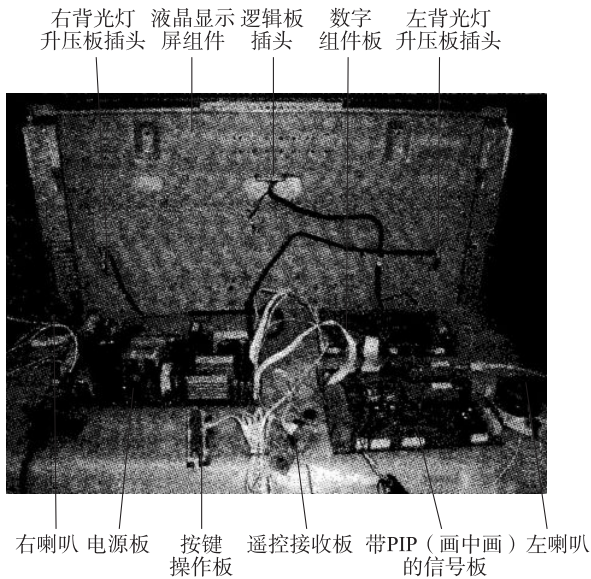

图 1-2 高频调谐器 + 中频组件板 + AV 组件板整合的液晶电视机
(1) 高频调谐器 + 中频组件板 + AV 组件板整合的液晶电视机。图 1-2 所示为高频调谐器 + 中频组件板 + AV 组件板整合的液晶电视机，这种电视机的信号板上包括了主画面、子画面图/声信号的接收及模拟处理功能，图像信号的数字处理则由数字组件板进行。